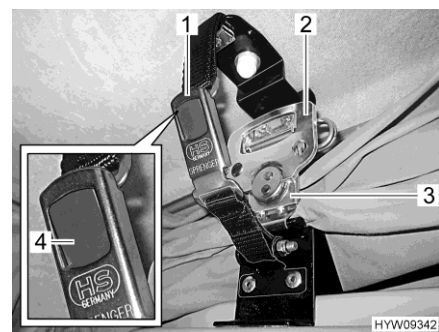

Fig. 49 Bloqueo (techo abatible)
- Abrir el cierre de hebilla (Fig. 49,1) en ambos lados. Para ello, pulsar el pulsador gris (Fig. 49,4).
- De cada lado, plegar el asidero (Fig. 49,2) del cierre rápido (Fig. 49,3) hacia fuera y girar media de vuelta en sentido contrario a las agujas del reloj. Con ello, se ha soltado el bloqueo.